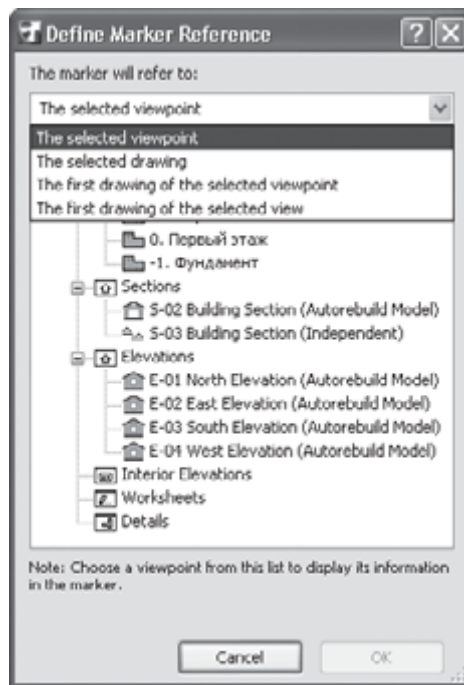

Рис. 11.3. Выбор маркерной ссылки
- ☞ **Place linked marker** (Поместить связанный маркер). При выборе этого элемента на поле помещается маркер разреза, который должен быть связан с уже существующим видом или чертежом. Конкретный объект создаваемой ссылки выбирается из открывающегося окна **Define Marker Reference** (Определить маркерную ссылку) (рис. 11.3).